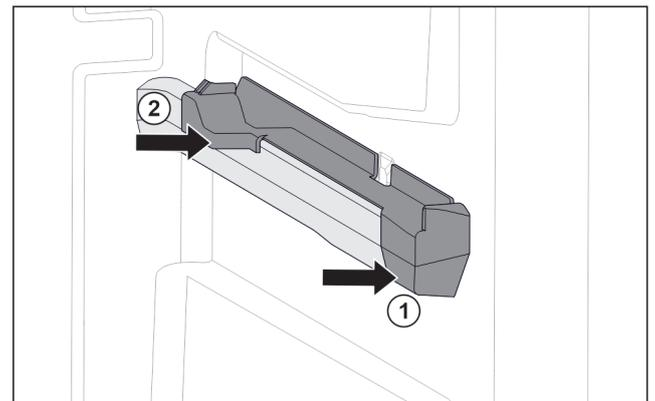

Fig. 79 Elemento inseribile sulla nervatura destra del contenitore
- Posizionare l'elemento inseribile sulla parte anteriore della nervatura del contenitore. Fig. 79 (1)
- Premere l'elemento inseribile sulla parte posteriore. Fig. 79 (2)